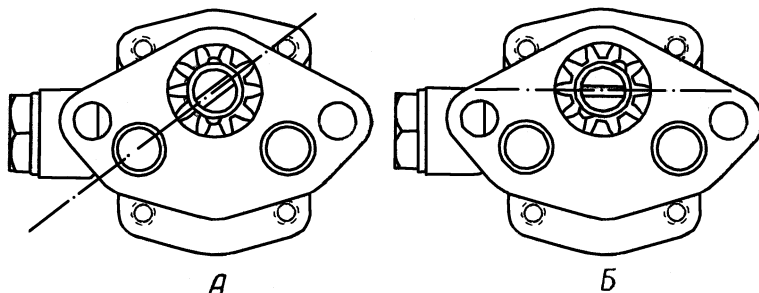

Рис. 23. Положение прорези вала масляного насоса (вид на вал сверху):
2. Валик насоса повернуть таким образом, чтобы прорезь для шипа вала распределителя стояла наклонно, как это показано на рис. 23-А.
3. Осторожно вставить насос на место, проследив за тем, чтобы его шестерня не задевала за стенки отверстия в блоке. Когда шестерня насоса и распределительного вала войдут в зацепление, первая повернется, и прорезь для шипа валика распределителя придет в горизонтальное положение, показанное на рис. 23-Б.